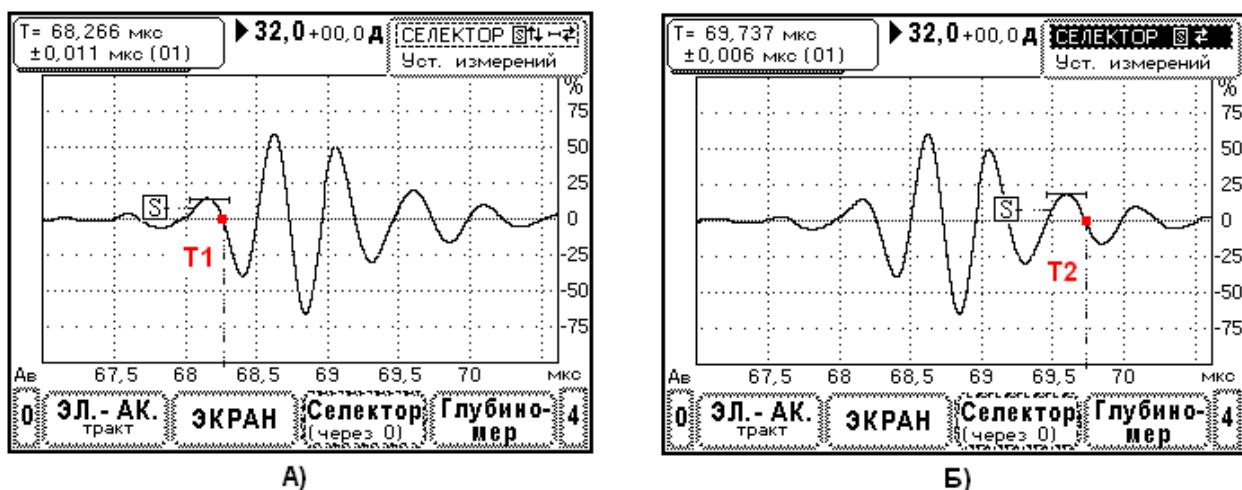

Рис. 10.6.12.1. Процесс определения частоты ультразвуковых колебаний преобразователя.
- Подключите преобразователь к дефектоскопу. Проведите настройку электроакустического тракта прибора. В меню «Настройка» - «Электро-акустический тракт» установите частоту ПЭП. Выберите вид сигнала – ВЧ. В меню «Подробней» установите «Макс. Эхо» - ±1В. В меню «Экран» установите разметку развертки – мкс. Установите режим задержки по переходу через ноль – в меню селектора «Уст. измерений» выберите режим «через 0». Включите вывод времени задержки (T), вывод остальных параметров можно отключить.
- Регулируя ширину и сдвиг развертки (меню «Экран») установите эхосигнал по центру экрана и максимально растяните его (Рис. 10.6.12.1.).
- С помощью селектора проведите измерение моментов времени T1 и T2, в которых эхосигнал переходит через нулевое значение (Рис. 10.6.12.1.). Причем в интервале T1 - T2 должно укладываться не менее 3-х периодов колебаний.